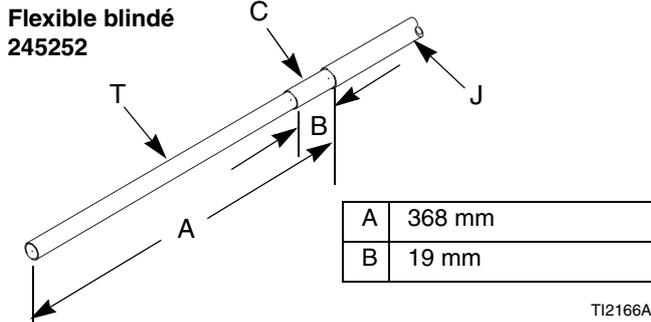
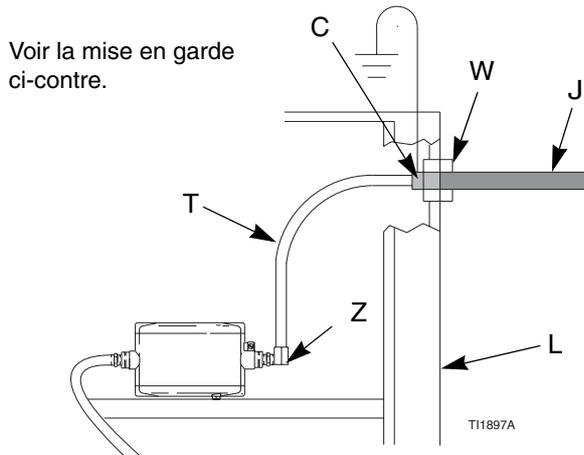

Fig. 6. Dimensions du flexible pour produit à base aqueuse (au niveau du caisson Graco WB100)
Fig. 7. Branchement du flexible produit blindé sur le caisson Graco WB100
4. Desserrer l'écrou de détente (102) de manière à ce que la fixation pivote librement sur le flexible.
5. Mettre les trous de la fixation (104) en face de l'entrée d'air et de l'échappement. Fixer à l'aide du raccord d'entrée d'air (35). Serrer l'écrou de détente (102) pour fixer le flexible.
6. S'assurer que l'écrou (105) est bien serré sur l'embout mâle (103).
7. Emboîter le tuyau d'échappement (38) sur l'embout cannelé. Fixer le tuyau avec le collier (39).
- a. *Caisson W100 Graco*: Enfiler le flexible dans la bague anti-traction (W). S'assurer que l'enveloppe conductrice (C) a bien traversé la bague. Serrer à 6,2 N.m. Tirer sur le flexible pour s'assurer qu'il est bien fixé. Se conformer à la **Mise en garde** ci-contre. Voir FIG. 6. et FIG. 7.